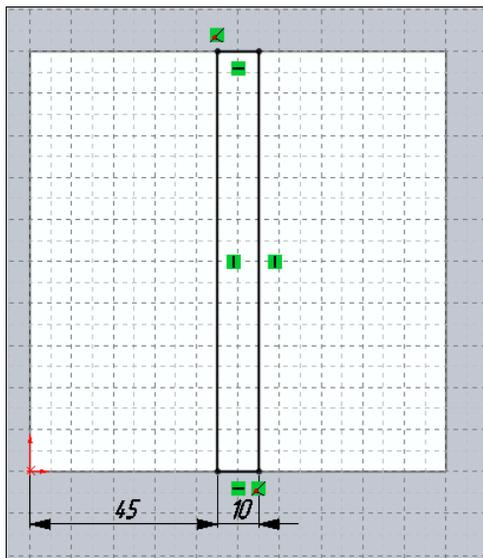
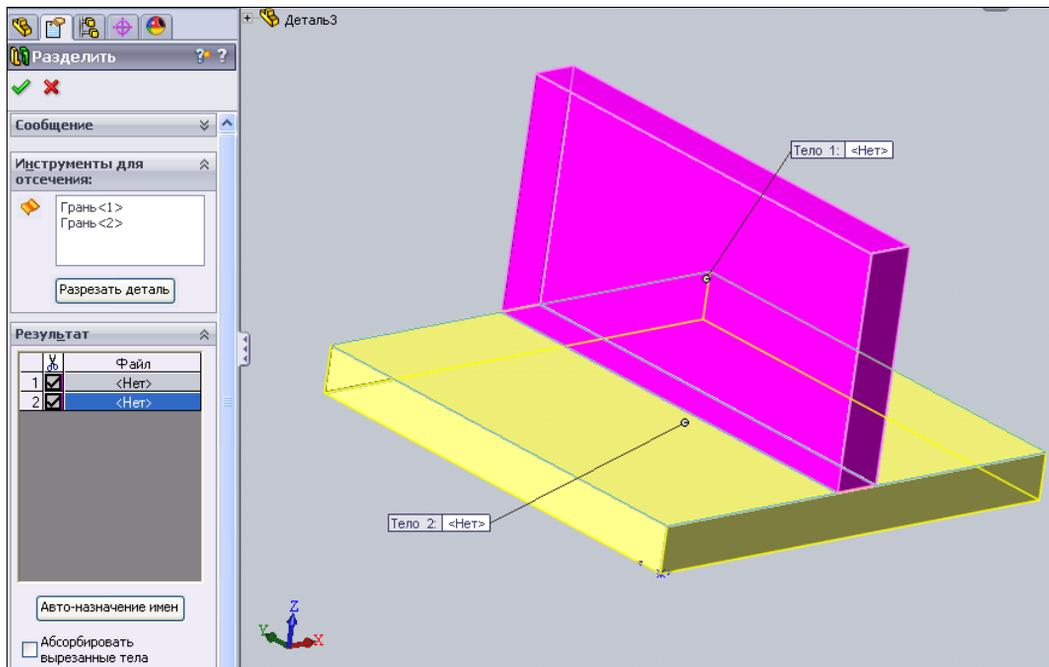

Рис. 5.36
Рис. 5.37
2. Вытяните полученный эскиз на 10 мм (толщина детали). Теперь на верхней грани первой детали нарисуем эскиз второй детали (рис. 5.36) и вытянем ее с помощью команды  — **Вытянутая бобышка/основание** на расстояние 50 мм (длина второй привариваемой детали). Допустим, что готовая сварная Т-образная деталь должна выглядеть так, как на рис. 5.37.